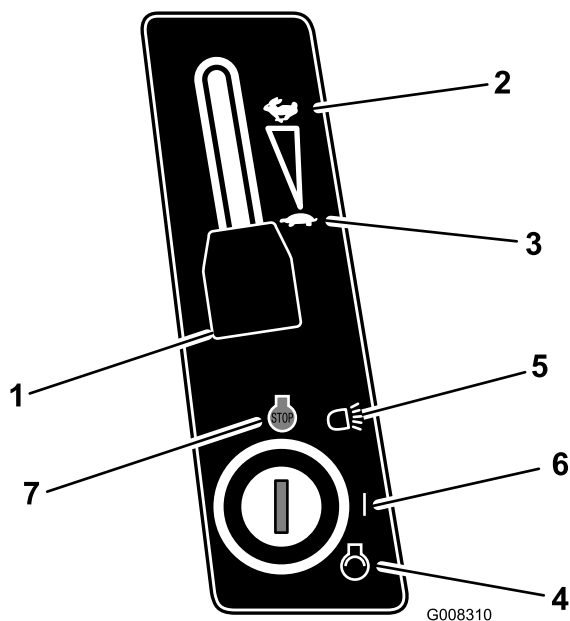

Figura 13
- Al arrancar un motor frío, coloque la palanca de control del acelerador en la posición Estárter (Figura 13).
- Mueva la palanca de control del acelerador a la posición Lento (Figura 13).
- Gire la llave de contacto en el sentido de las agujas del reloj y manténgala en posición Arranque (Figura 13). Cuando el motor arranque, suelte la llave.
- Cuando el motor arranque, mueva lentamente la palanca de control del acelerador a la posición Rápido (Figura 13).
- Ponga el acelerador en Lento (Figura 13).
- Gire la llave de contacto a Desconectado (Figura 13).